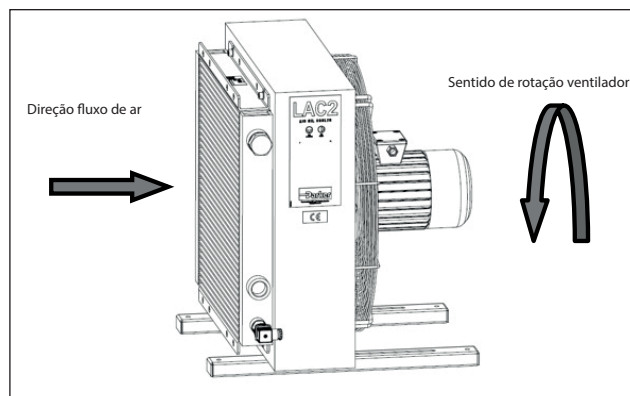

Fig. 24
6. Durante a operação, verifique se, quando o ventilador é ligado, o sentido de rotação e o fluxo de ar correspondem ao diagrama de Fig. 24.